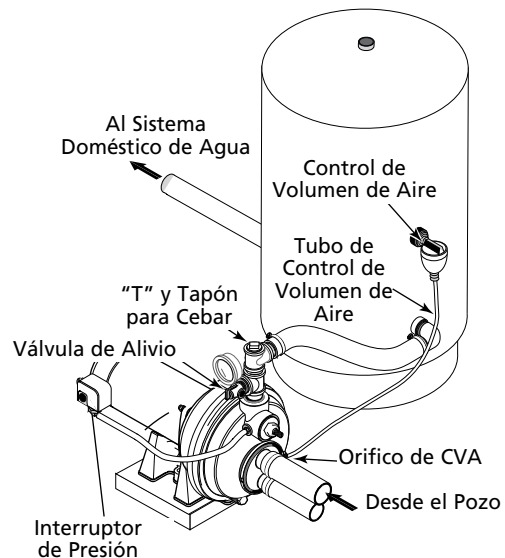

Figura 11 – Conexiones para Tanque Estándar
CONEXIÓN PARA TANQUE ESTÁNDAR (Figura 11)
4. Retire el tapón de la tubería de 1/8” de NPT del orificio del Control de Volumen de Aire (CVA) de la bomba (Vea Figura 11). Instale una tubería desde el orificio de CVA de la bomba hacia el orificio en el CVA montado en el tanque. Vea mayores detalles en las instrucciones incluidas con el tanque y en el CVA.